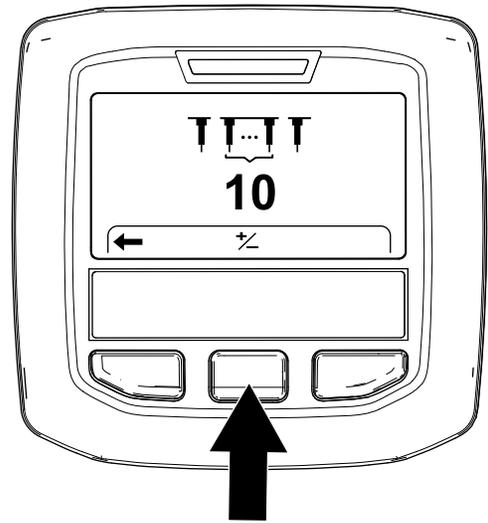

图 61
- 按右侧 InfoCenter 信息中心按钮直至“设置打孔针数量”屏幕显示图 61。